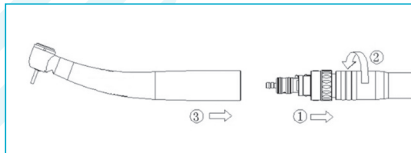

Fig. 6-9
- Avvitare gli attacchi LED sul tubo flessibile della turbina (Fig. 6-9①).
- Serrare a fondo il cappuccio a vite del tubo flessibile della turbina (Fig. 6-9②).
- Montare con precisione il dispositivo medico sull'attacco LED finché non si sente il suono del bloccaggio nel dispositivo medico (Fig. 6-9③).